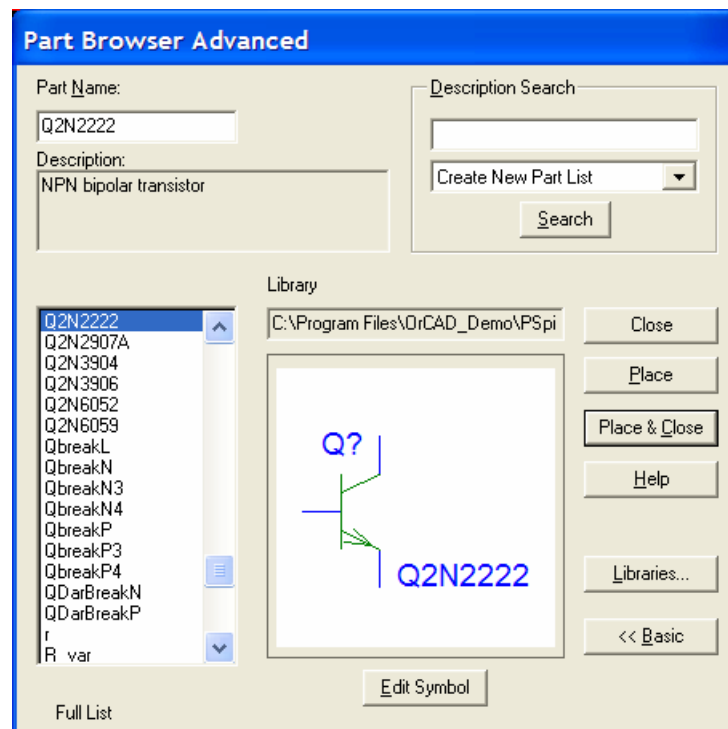

Рисунок 12.2 – Окно поиска компонентов
1. Открыть окно **Part Browser Advanced** (рисунок 12.2), нажав кнопку  на панели инструментов.